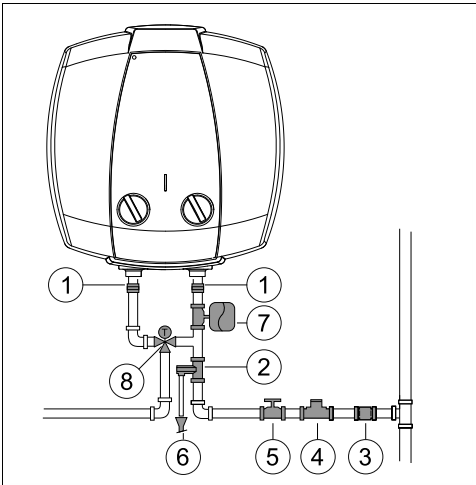

Fig. 10 Ligação de água
- ▶ Fechar a válvula de corte de água (→ Fig. 10, [4]).
- ▶ instalar uma válvula redutora (Fig. 10, [4]). A válvula de descarga vai atuar sempre que a pressão da água no aparelho for superior a 8 bar ( $\pm 0,5$  bar), pelo que é necessário prever uma forma de canalizar o escoamento dessa água.
- ▶ instalar um vaso de expansão (Fig. 10, [7]) para evitar que a abertura da válvula de descarga seja tão frequente. O volume do vaso de expansão deve ser o equivalente a 5% do volume do aparelho.